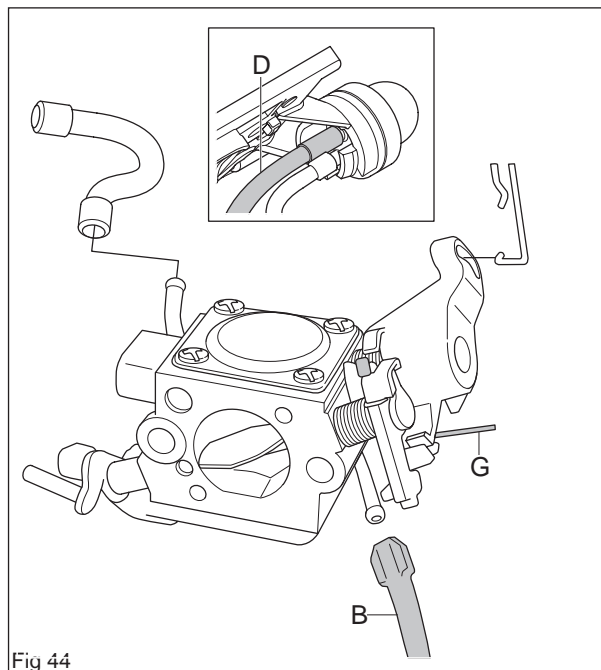

Fig 44
3. Décrocher le câble d'accélération (G) du carburateur (voir la figure 44).
4. Démontez le tuyau de carburant (B) et le tuyau de retour de la pompe de carburant (D) (voir la figure 44).
4. Monter le tuyau de carburant (B) et le tuyau de retour de la pompe de carburant (D). (voir la figure 44)
5. Introduire la gaine du câble d'accélération dans la fixation de la bride du carburateur et accrocher le câble d'accélération (G) (voir la figure 44).